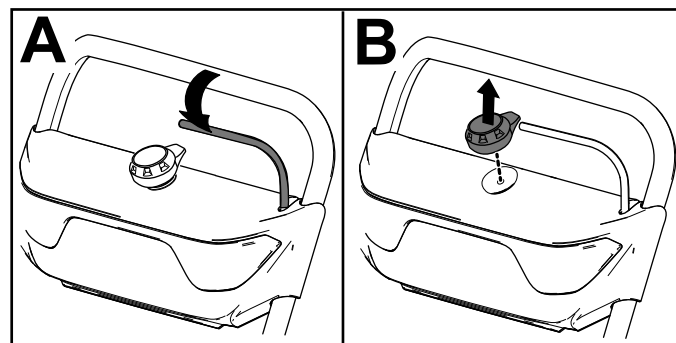

Figura 12
1. Eliberarea manetei (A din Figura 12).
2. Îndepărtați butonul de pornire electrică de la demaror (B din Figura 12).